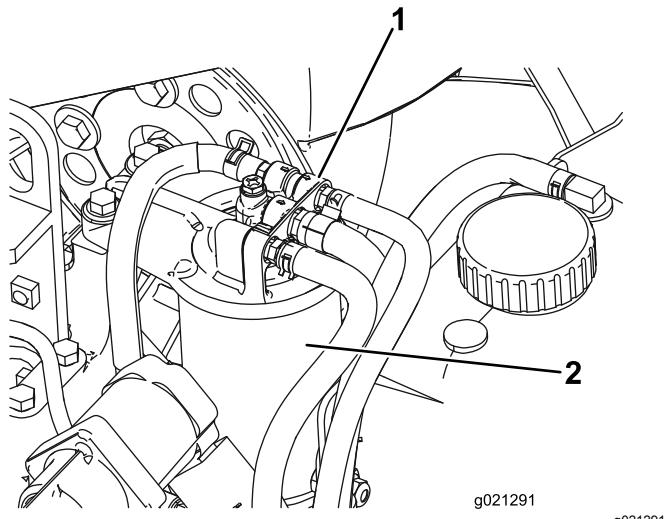

Figura 80
1. Limpie la zona alrededor del cabezal del filtro de combustible (Figura 80).
2. Retire el filtro y límpie la superficie de montaje del cabezal del filtro (Figura 80).